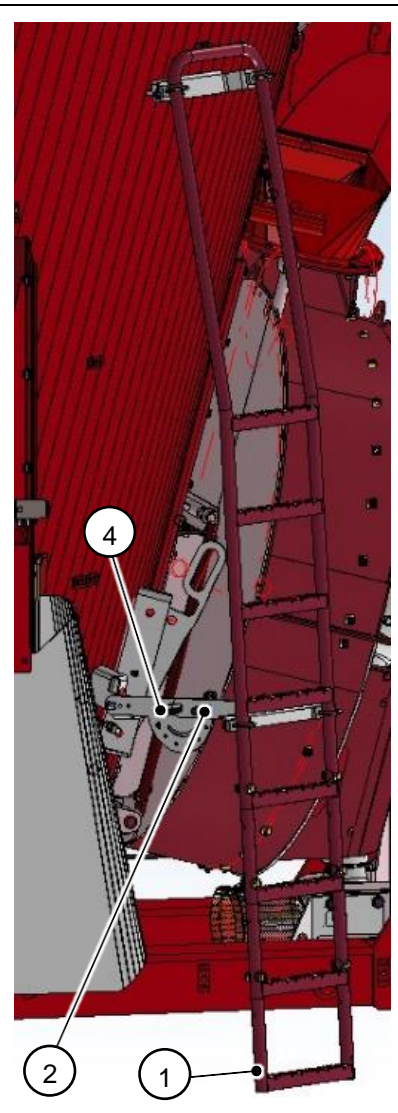

Fig. 34
- Die Aufstiegsleiter (1) klappbar darf nur im ausgeklappten und verriegelten Zustand betreten werden → Fig. 34.